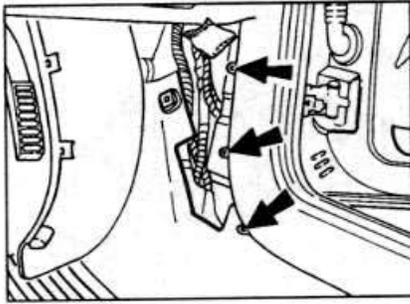

Рис. 11.71. Расположение пружинных скоб крепления внутренней обивки.
- Для освобождения внутренней боковой обивки поверните пластиковую защелку, расположенную в передней части обивки, на 90°. Извлеките заднюю часть обивки из пружинных скоб (см. рис. 11.71.).